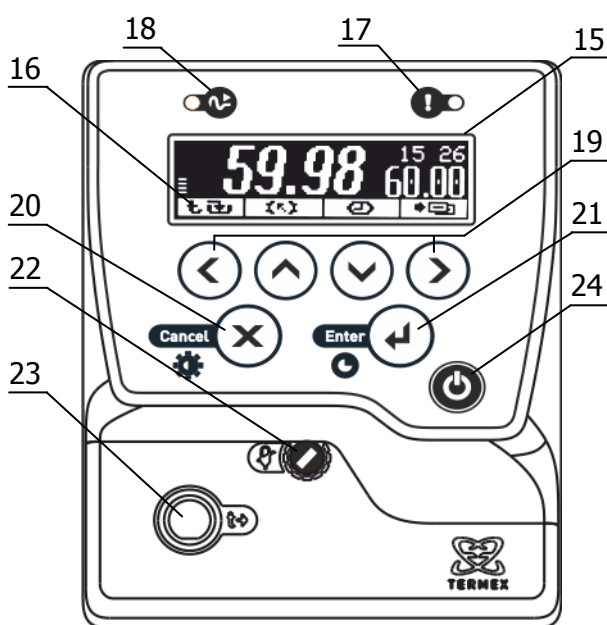

Рисунок 2 – Лицевая панель
Система безопасности блока регулирования отключает двигатель насоса и нагреватель при срабатывании хотя бы одной из защит или неисправности управляющего датчика (1.2.13). При срабатывании системы безопасности раздается звуковой сигнал, загорается индикатор 17 (рисунок 2) и на дисплей 15 выводится информация о причине неисправности.
2.3.1 После подключения сетевого кабеля к электрической сети блок регулирования переходит в режим ожидания. Подключение сопровождается кратковременной подсветкой дисплея 15 (рисунок 2).
2.3.6 Для регулировки яркости подсветки или контраста дисплея нажать кнопку 20 (X), выбрать изменяемый параметр кнопками (▲) и (▼) и установить его значение кнопками (◀) и (▶). Зафиксировать изменение нажатием кнопки 21 (↔) (рисунок 2).
2.5.6 Для выбора уставки в качестве текущей кнопками (▲) и (▼) подвести к ней указатель. Значение отмеченной указателем уставки дублируется крупными цифрами в правой части дисплея. Для подтверждения выбора отмеченной уставки нажать кнопку 21 (↵). Для отмены выбора нажать кнопку 20 (✕) (рисунок 2).
2.5.7 Для изменения численного значения отмеченной указателем уставки нажать кнопку (▶). На рамке, обрамляющей значение уставки в правой части дисплея, появятся "засечки", указывающие на изменяемую позицию в численном значении. Цифра в отмеченной позиции мигает. Нажатиями кнопок (▲) и (▼) установить требуемую цифру в отмеченной позиции. Если удерживать кнопку нажатой, значение уставки будет изменяться непрерывно. Нажатиями кнопок (◀) и (▶) переместить отметку изменяемой позиции. Дискретность изменения значения уставки зависит от положения изменяемой позиции: если отмечена позиция десятков, то при единичном нажатии кнопки (▲) или (▼) значение уставки изменится на 10 °С. Если отмечена позиция десятых долей, то значение уставки изменится на 0.1 °С соответственно. Закончить ввод нового значения уставки нажатием кнопки 21 (↵). Для возврата к значению уставки до ее изменения нажать кнопку 20 (✕) (рисунок 2).
2.6.3 При срабатывании защиты раздается звуковой сигнал и загорается красный индикатор срабатывания системы безопасности 17 (рисунок 2). Работа насоса и нагревателя будет заблокирована. На дисплее отобразится текущее состояние системы защит.
2.6.5 После устранения причины срабатывания защиты или ее отключения кнопкой (▶) индикатор 17 (рисунок 2) погаснет. Перевести блок регулирования в рабочий режим нажатием кнопки 21 (←).